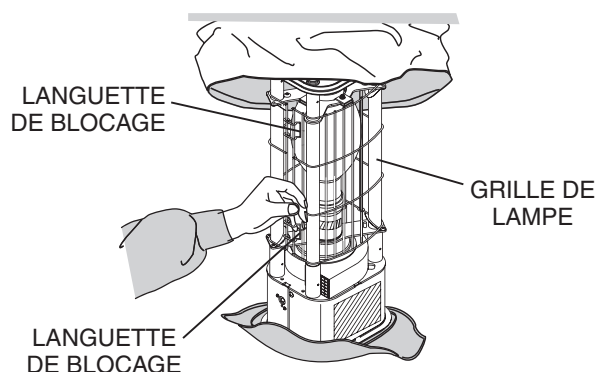

Figure 27. Retrait de la grille de lampe
2. Desserrer les languettes de verrouillage de la grille de lampe. Voir Figure 27.